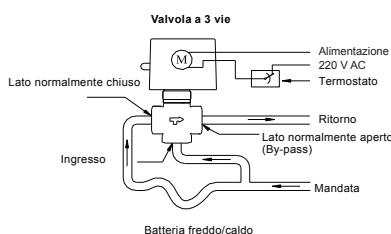
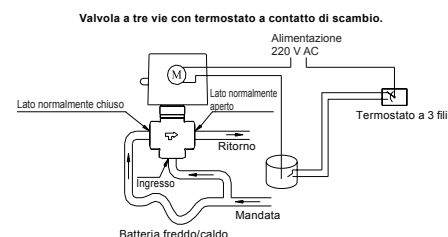

fig. 2
fig. 3
**Valvola a 3 vie/deviatrice:** il lato normalmente chiuso è l'utenza e normalmente aperto è by-pass (l'ingresso non è marchiato) (fig.2 e fig.3).